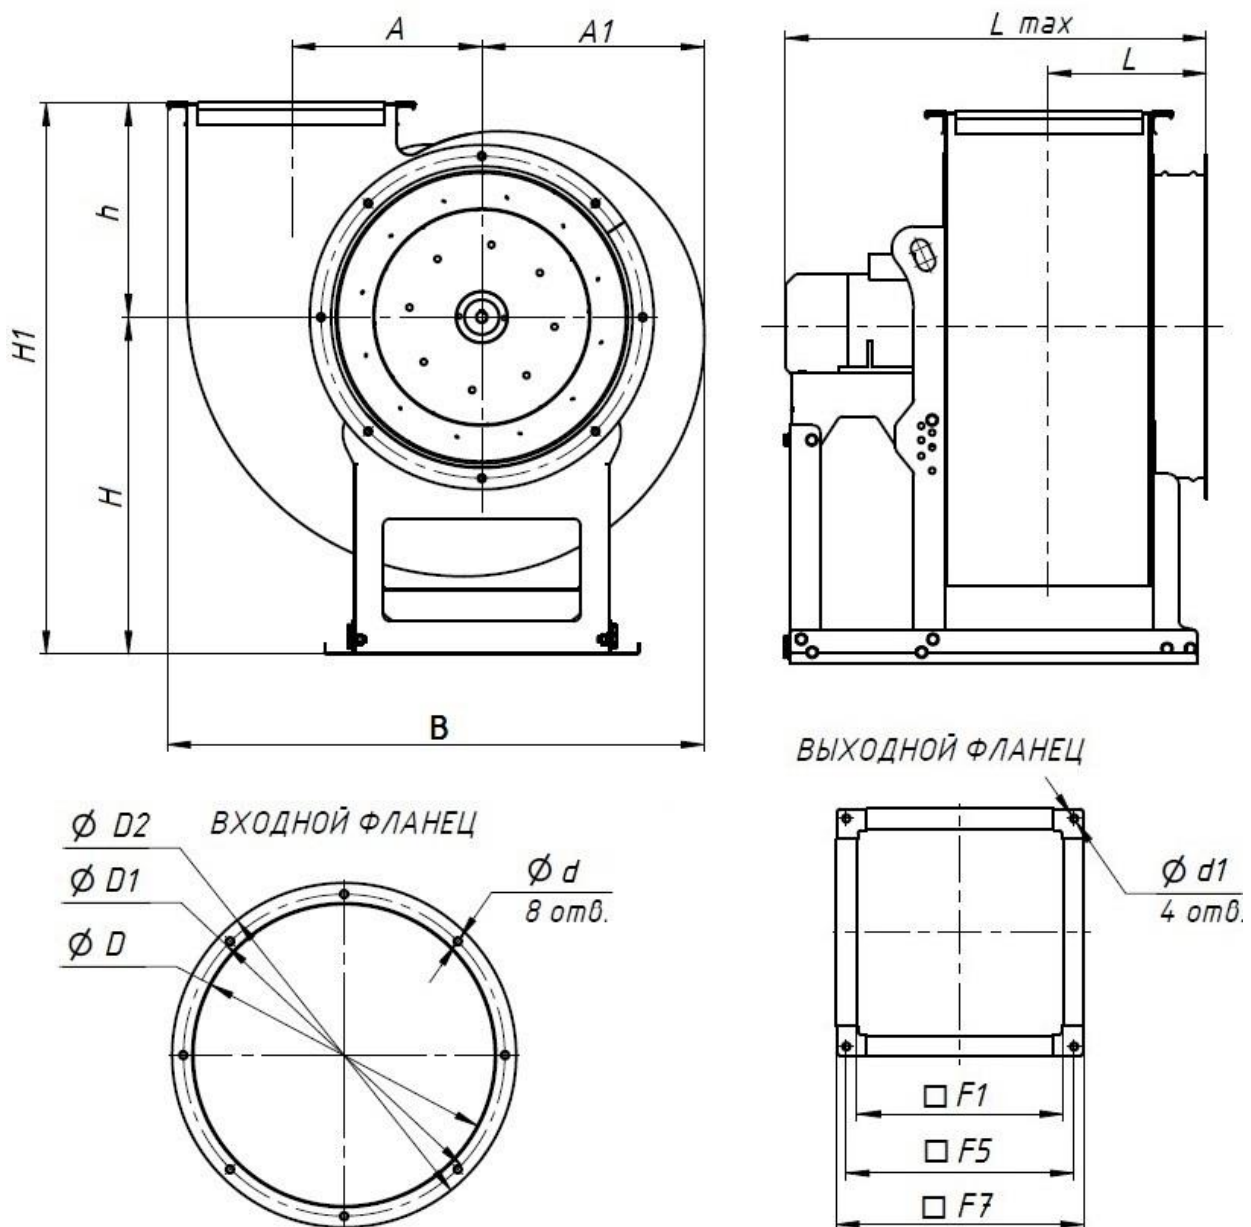
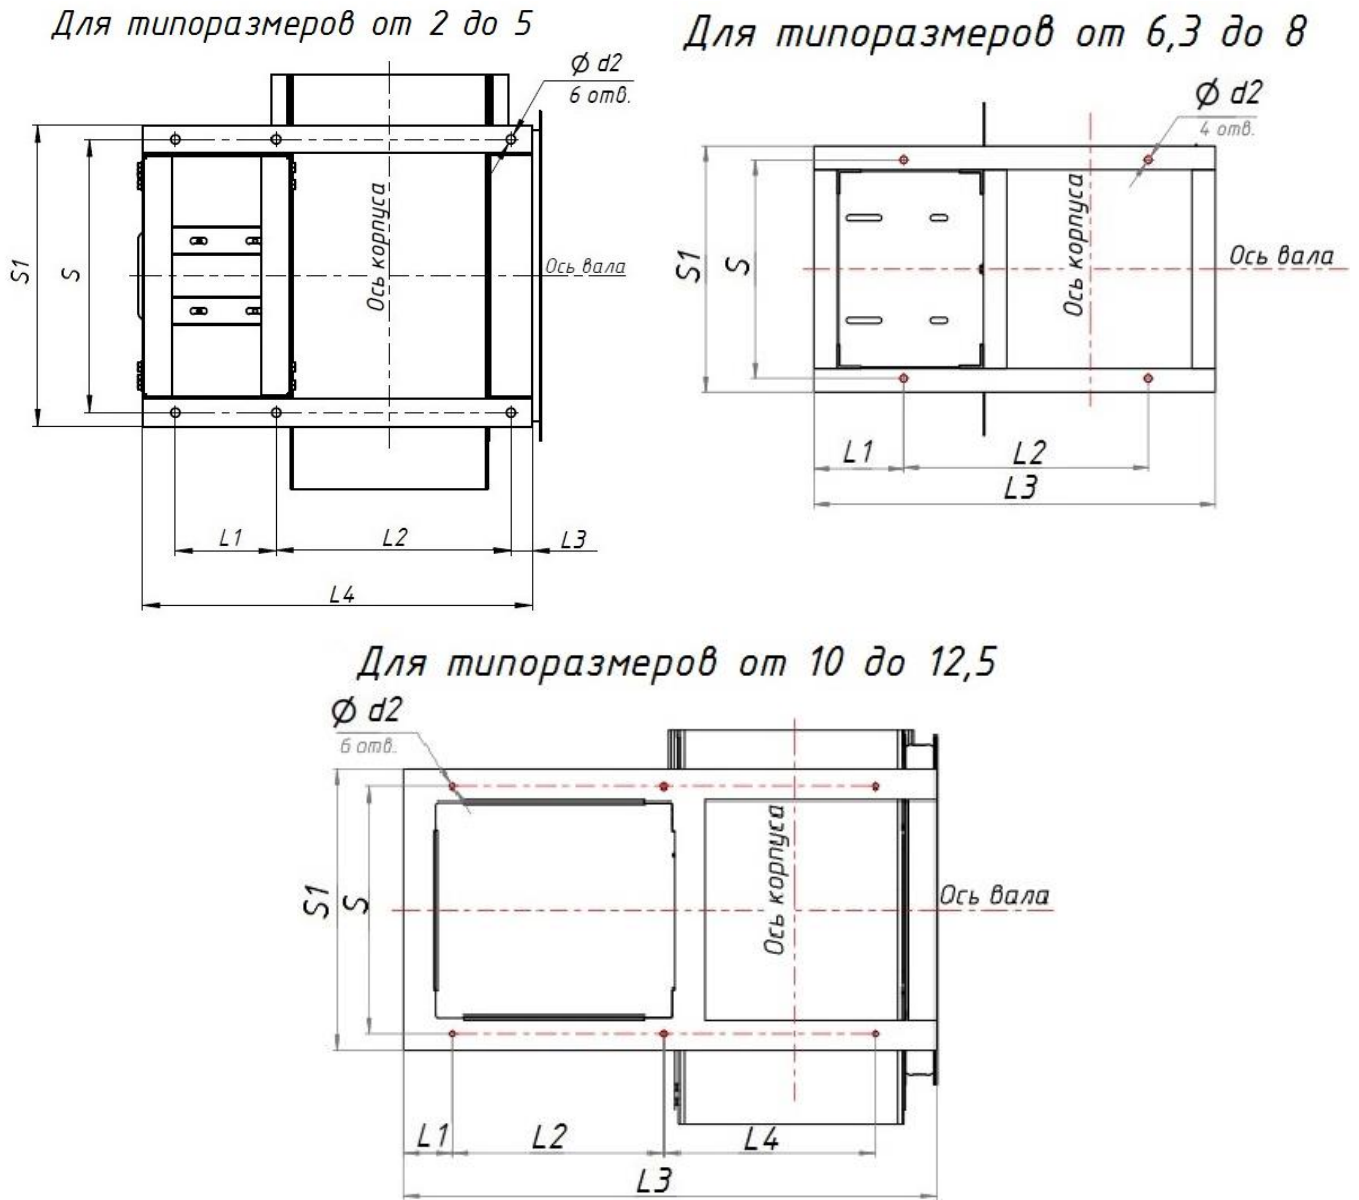

РИС. 1. Габаритные и присоединительные размеры вентиляторов ВР 280-46
РИС. 2. Основание рамы вентиляторов ВР 280-46
1.2.2. Устройство вентиляторов, габаритные, присоединительные и установочные размеры вентиляторов указаны на рис. 1, рис. 2, табл. 1, табл. 2.